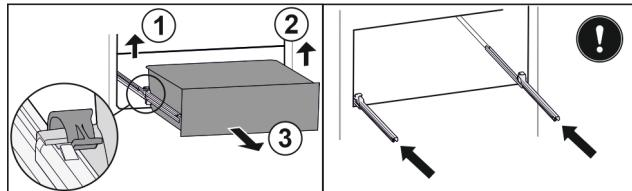

Fig. 79
- Повдигнете лявата скоба и едновременно с това изтеглете напред чекмеджето отляво. Fig. 79 (1)
- Повдигнете дясната скоба и едновременно с това изтеглете напред чекмеджето отдясно. Fig. 79 (2)
- Извадете чекмеджето напред. Fig. 79 (3)